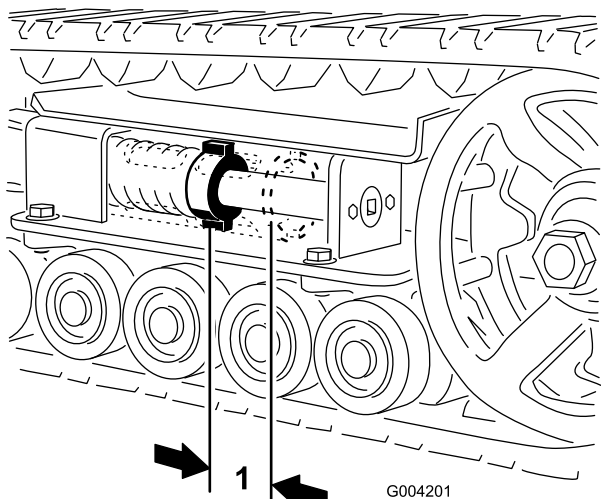

Figura 44
Deve essere presente uno spazio di 7 cm tra il dado di tensione e la parte posteriore del tubo di tensione (Figura 44). In caso contrario, regolare la tensione dei cingoli eseguendo la procedura di seguito riportata:
- Utilizzando una chiave a bussola da 1/2 poll., ruotate la vite di tensione in senso antiorario, fino a quando la distanza tra il dado di tensione e la parte posteriore del tubo di tensione (Figura 44) non è pari a 7 cm.
11. Ruotate la vite di tensione in senso antiorario, fino a quando la distanza tra il dado di tensione e la parte posteriore del tubo di tensione (Figura 44) non è pari a 7 cm.
17. Ruotate la vite di tensione in senso antiorario, fino a quando la distanza tra il dado di tensione e la parte posteriore del tubo di tensione (Figura 44) non è pari a 7 cm.